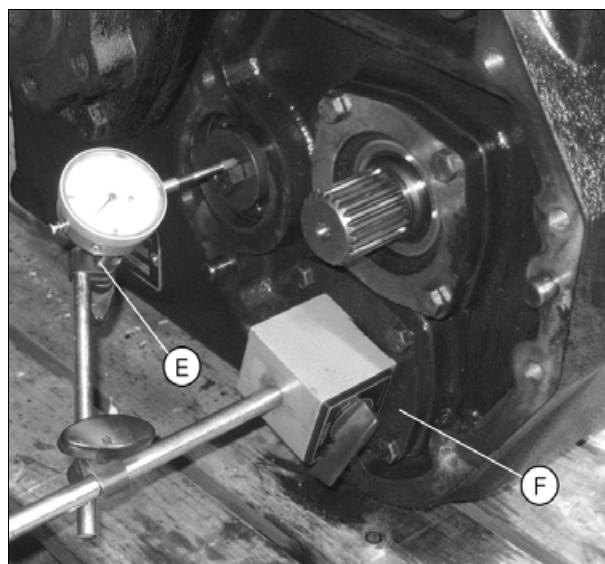

Рис. 34.
14. После установки промежуточного вала и подшипникового кронштейна (D) с необходимым количеством регулировочных прокладок измерьте осевой зазор, используя циферблатный индикатор (E) рис. 34.
16. Снова ослабьте подшипниковый кронштейн (F) *рис. 34*. Нанесите герметик Loctite 518 на фланец, герметик Loctite 270 на болты и затяните их моментом 52 Nm.